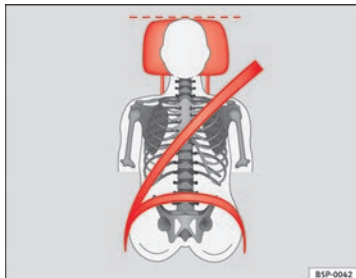
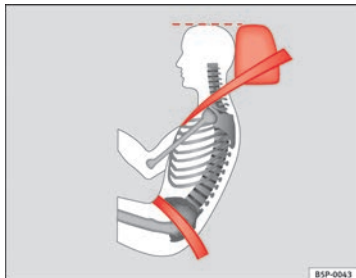

Abb. 3 Richtig eingestellte Kopfstütze von vorne betrachtet
Abb. 4 Richtig eingestellte Kopfstütze von der Seite betrachtet
- Stellen Sie die Kopfstützen so ein, dass sich die Oberkante der Kopfstütze möglichst auf einer Linie mit dem oberen Teil Ihres Kopfes, mindestens aber auf Augenhöhe befindet ⇒ Abb. 3 und ⇒ Abb. 4.